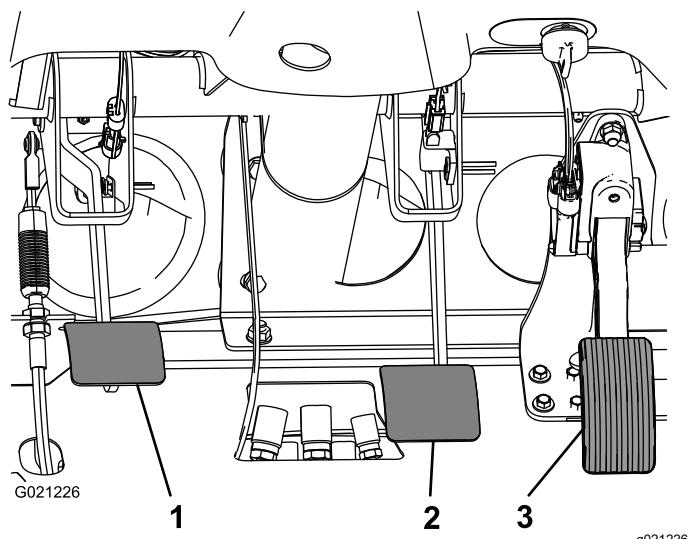

Figura 66
3. Sollevate il pedale del freno (Figura 66) fino a quando non viene a contatto con il telaio.
4. Allentate i controdadi che fissano la forcella all'albero del cilindro principale (Figura 66).